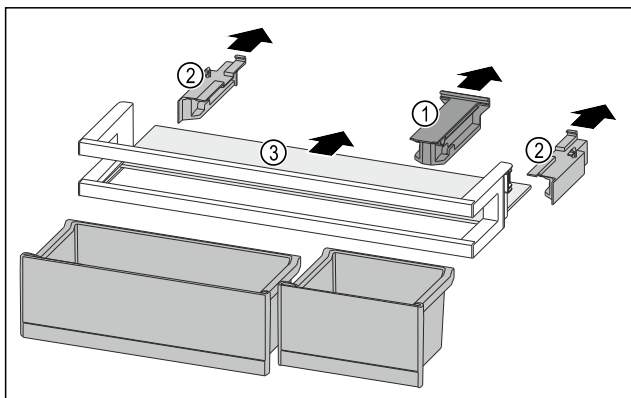

Fig. 213
- Витягніть кріпильний елемент Fig. 213 (1).
- Витягніть бічні елементи Fig. 213 (2).
- Дістаньте полицю Fig. 213 (3).